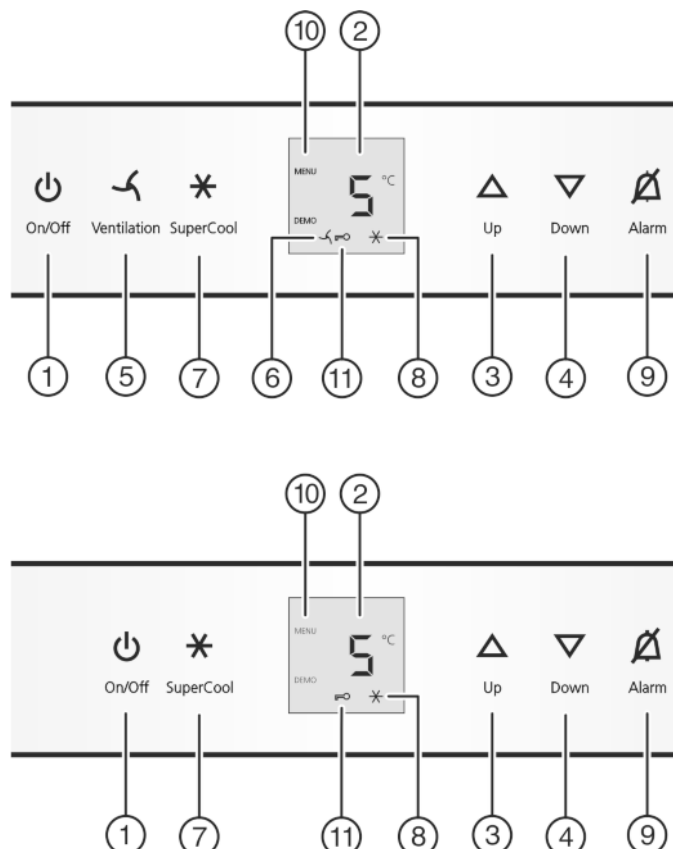

Fig. 2
- ▶ Nyomja meg a On/Off gombot *Fig. 2 (1)*.
- ▶ Aktiválja a beállítási módot: Nyomja a SuperCool gombot *Fig. 2 (7)* kb. 5 mp-ig.
- ▶ A jóváhagyáshoz nyomja meg röviden a SuperCool gombot *Fig. 2 (7)*.
- ▶ A gyermekbiztosíték bekapcsolásához nyomja meg röviden a *Fig. 2 (7)* SuperCool gombot.
- ▷ A gyermekbiztosíték ikonja *Fig. 2 (11)* világít. A kijelzőn **c** villog.
- ▶ A gyermekbiztosíték kikapcsolásához nyomja meg röviden a SuperCool gombot *Fig. 2 (7)*.
- ▷ A gyermekbiztosíték ikon *Fig. 2 (11)* kialszik. A kijelzőn **c** villog.
- ▶ Beállítási mód kikapcsolása: Nyomja meg a be/ki gombot *Fig. 2 (1)*.
- ▶ Nyomja meg a riasztás gombot *Fig. 2 (9)*.
- ▶ Hőmérséklet melegebbre állítása: Nyomja meg a Up állító gombot *Fig. 2 (3)*.
- ▶ Hőmérséklet hidegebbre állítása: Nyomja meg a Down állító gombot *Fig. 2 (4)*.
- ▶ Nyomja meg röviden a SuperCool gombot *Fig. 2 (7)*.
- ▷ A SuperCool ikon *Fig. 2 (8)* világít a kijelzőn.
- ▷ A SuperCool ikon *Fig. 2 (8)* kialszik a kijelzőn.
- ▶ Nyomja meg röviden a szellőztetés gombot *Fig. 2 (5)*.
- ▷ A szellőztetés ikonja *Fig. 2 (6)* világít.